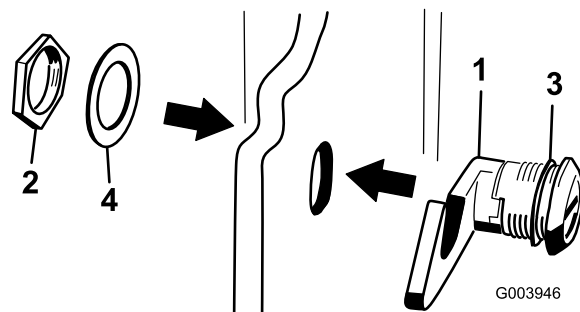

図 17
3. フードラッチアセンブリからナットを取り外す (図 17)。
4. フードの外側から、ラッチのフック側をフードの穴に通す。ゴム製のシールワッシャが、フードの外側に残るようにすること (図 17)。